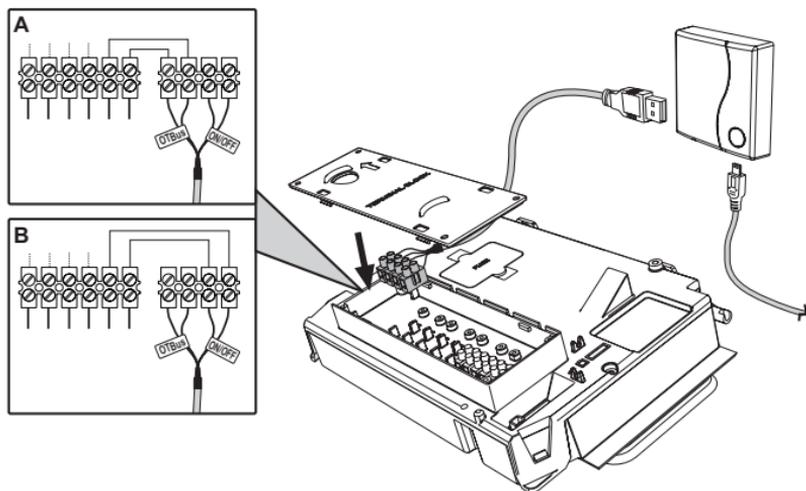

fig. 1
**Opțiunea OpenTherm (A fig. 1):** conectați cele două terminale ale receptorului cu eticheta **OTBus** la centrala compatibilă cu protocolul OpenTherm. În acest caz, aveți la dispoziție mai multe informații despre starea centralei (vezi „5.7.1 Operații de bază” la pag. 124).
**Opțiunea On-Off (B fig. 1):** conectați cele două terminale ale receptorului cu eticheta **ON/OFF** la centralele care nu au protocolul de comunicare OpenTherm.